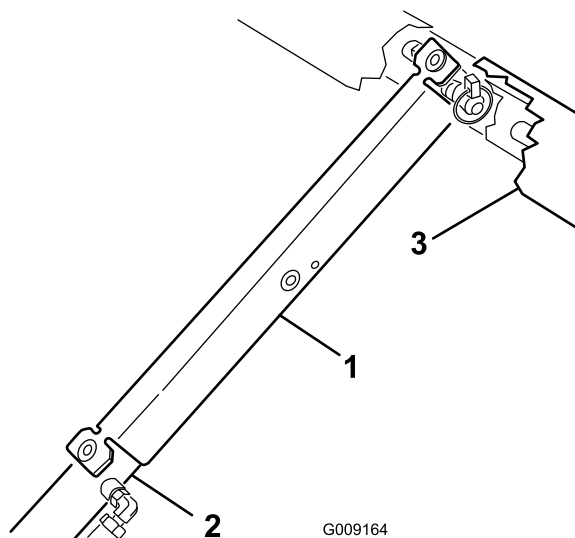

Figure 2
- C. Poussez la béquille de sécurité sur la tige du vérin et appuyez bien les languettes d'extrémités contre l'extrémité du corps du vérin et l'extrémité de la tige du vérin (Figure 2).